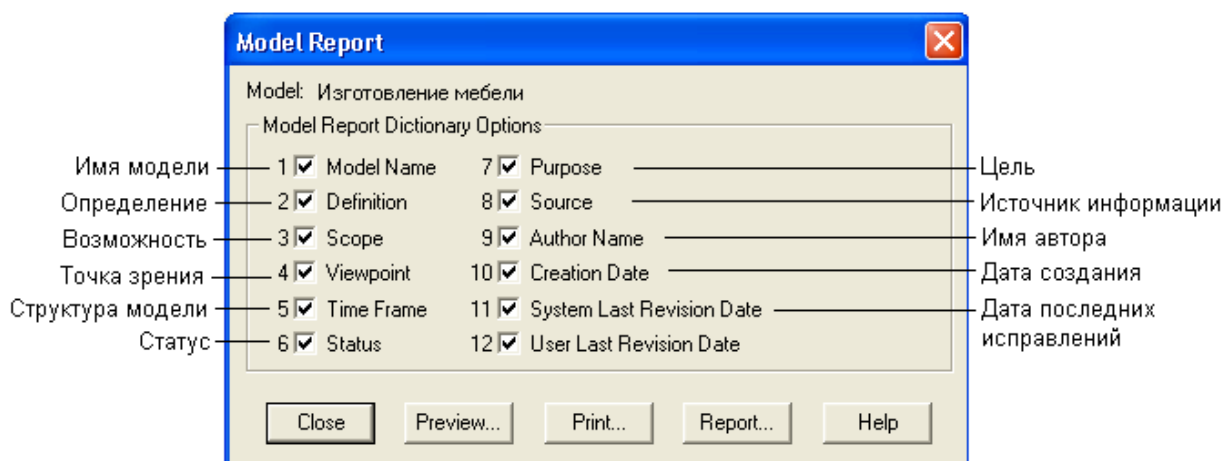

Рис. 3.9. Диалоговое окно выбора информации для отчета
- Выберите необходимые поля, при этом автоматически отображается очередность вывода информации в отчете (рис. 3.9.);